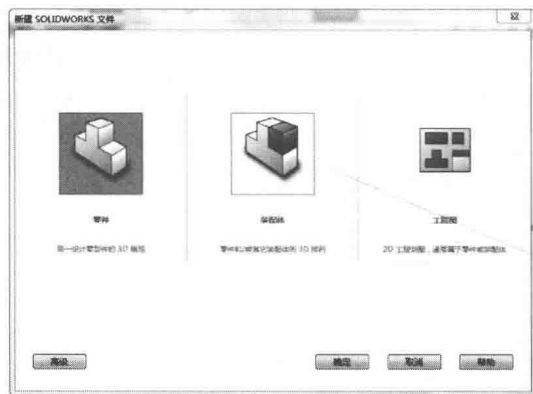

图 1-4 “新建 SolidWorks 文件”对话框
①单击【标准工具栏】中的【新建】按钮  ,新建 SolidWorks 文件。系统会弹出【新建 SolidWorks 文件】对话框,如图 1-4 所示,用户可以根据需要选择文件类型。